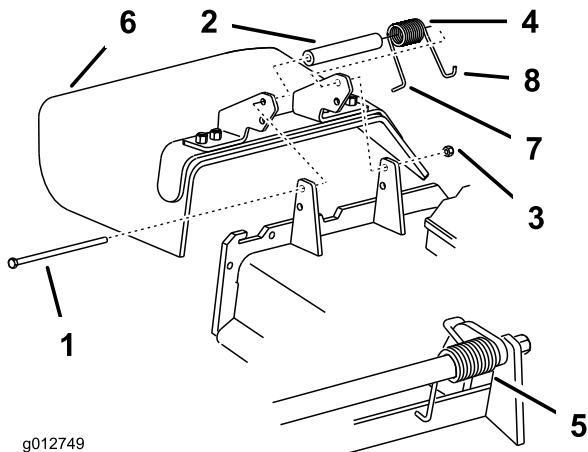

Figure 55
1. Retirez le contre-écrou, le boulon, le ressort et l'entretoise qui fixent le déflecteur aux supports de pivot (Figure 55). Enlevez le déflecteur s'il est endommagé ou usé.
Remarque: Prenez soin de placer l'extrémité en **L** du ressort derrière le bord du tablier avant de mettre le boulon en place, comme indiqué à la Figure 55.
- Remettez le boulon et l'écrou. Accrochez l'extrémité en **J** du ressort au déflecteur d'herbe (Figure 55).